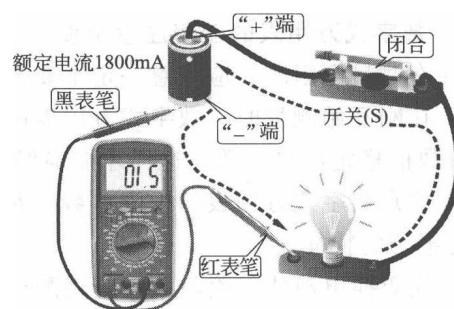

图 1-25 检测电流
④ 将数字式万用表串联入待测电路中，红表笔连接待测电路的正极，黑表笔连接待测电路的负极，如图 1-25 所示，即可检测出待测电路的电流值。